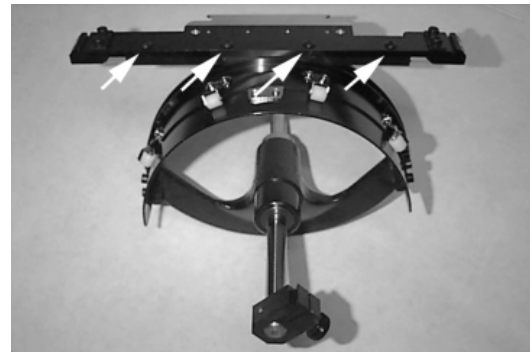

Figura 3-3
2. Desatornillen los cuatro tornillos de cabeza hexagonal que se encuentran en la parte superior de la abrazadera del dispositivo de accionamiento (vean la Figura 3-3).